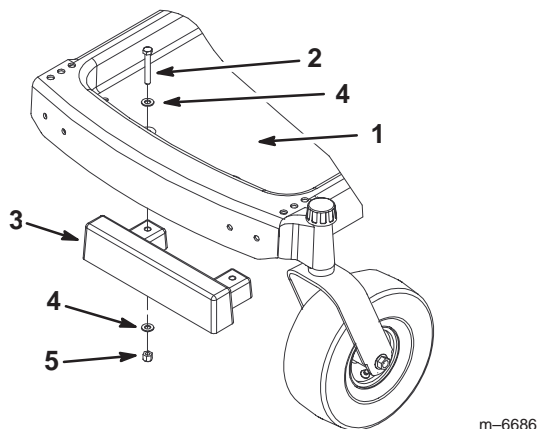

Figure 3
2. Fixez la masse avant à la base du repose-pied à l'aide de 2 boulons (3/8 x 2-1/4 pouce), 4 rondelles (3/8 pouce) et 2 écrous (3/8 pouce) (Fig. 3).
**Remarque :** Vérifiez que la masse est montée comme illustré à la Figure 3.